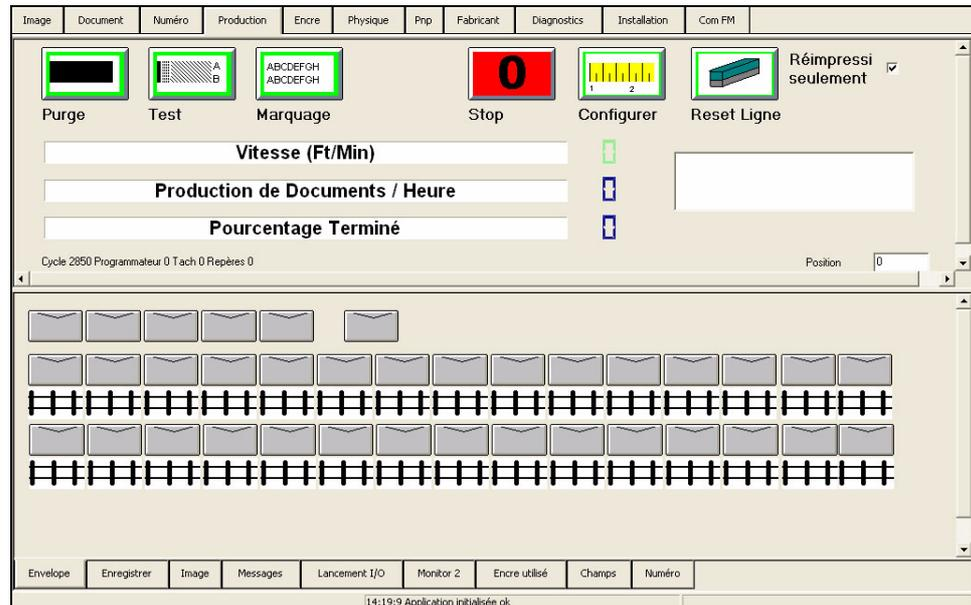

Figure 4-22: Écran de Contrôle de Production d'Enveloppe
- 11 Cliquer sur *Onglet Production* et sélectionner soit *Empreinte ou Image* (voir Figure 4-22 page 4-19).